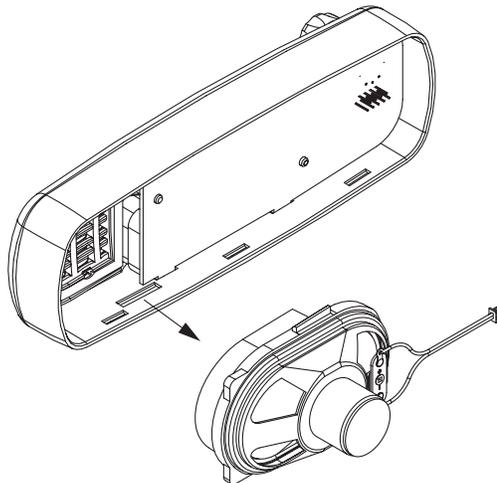

Figura 2-9 Remoção do alto-falante e do tubo
2. Desconecte o soquete e remova o alto-falante (Figura 2-9) com o tubo, forçando o cabeçote e puxando o tubo para fora e puxando o tubo para fora.